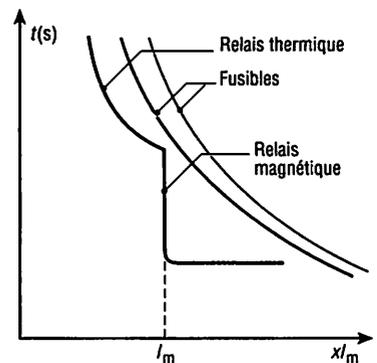

Fig. 16 : Coordination fusible disjoncteur.
7.1. Coordination fusible-disjoncteur (fig. 16)